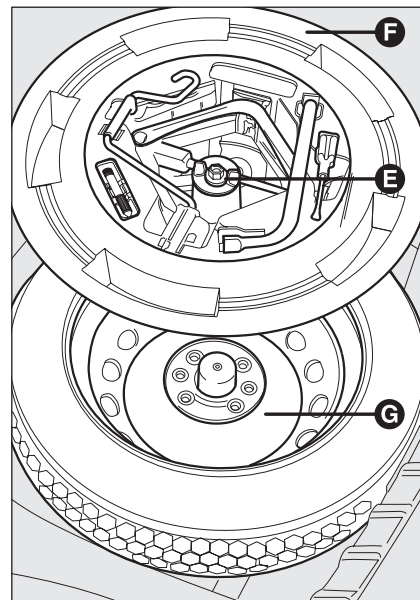

fig. 10
- placer la roue de secours **G**-fig. 10 dans l'espace prévu dans le coffre à bagages;